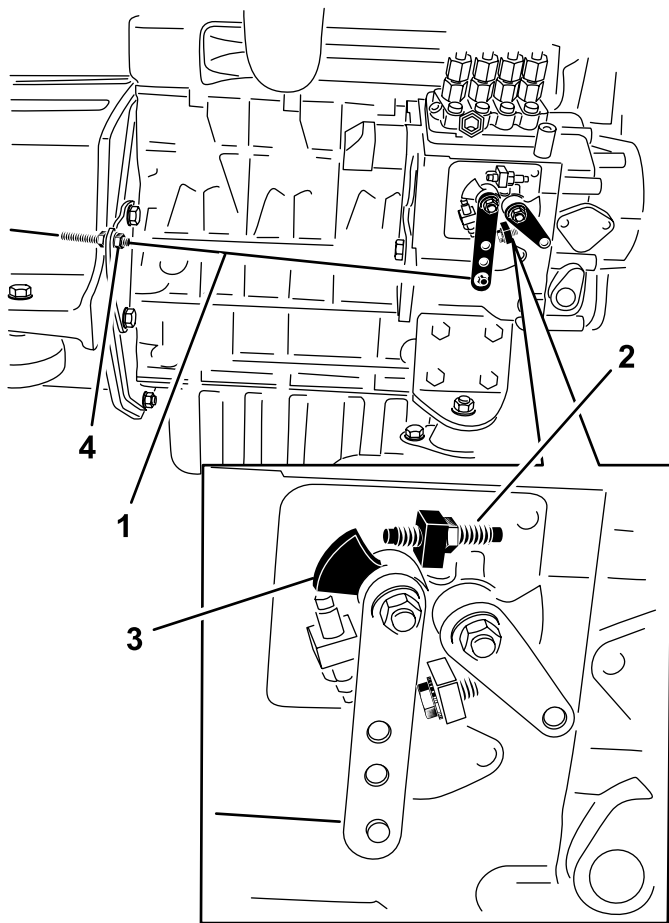

Figura 33
2. Compruebe la posición de la palanca de control de velocidad de la bomba de inyección de combustible. La palanca de control de velocidad debe estar en contacto con el tornillo de alta velocidad cuando la palanca de control del acelerador está en la posición RÁPIDO (Figura 33).
3. Si es necesario, ajuste la posición de las contratueras del cable de control del acelerador hasta que la palanca de control de velocidad entre en contacto con el tornillo de alta velocidad cuando la palanca de control del acelerador está en la posición RÁPIDO (muesca) (Figura 33).